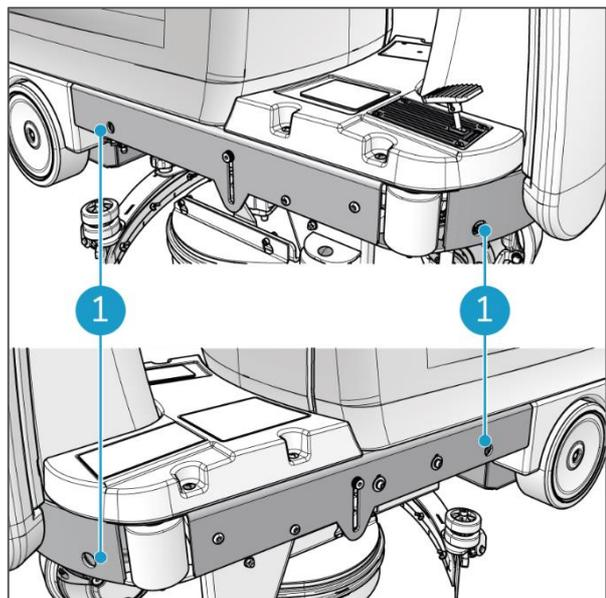

Abbildung 10
9. Befestigen Sie die Maschine mit Gurten oder Seilen, die durch die 4 Löcher im Chassis geführt werden (Abbildung 10, Pos. 1).